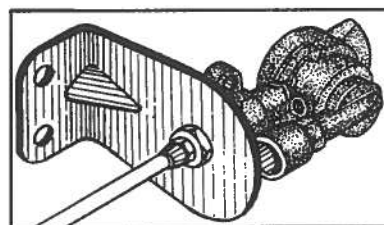

Рис. 16. Головка соединительная
**Соединительная головка** (рис. 16) предназначена для соединения пневмосистемы автомобиля с пневмосистемой прицепа.